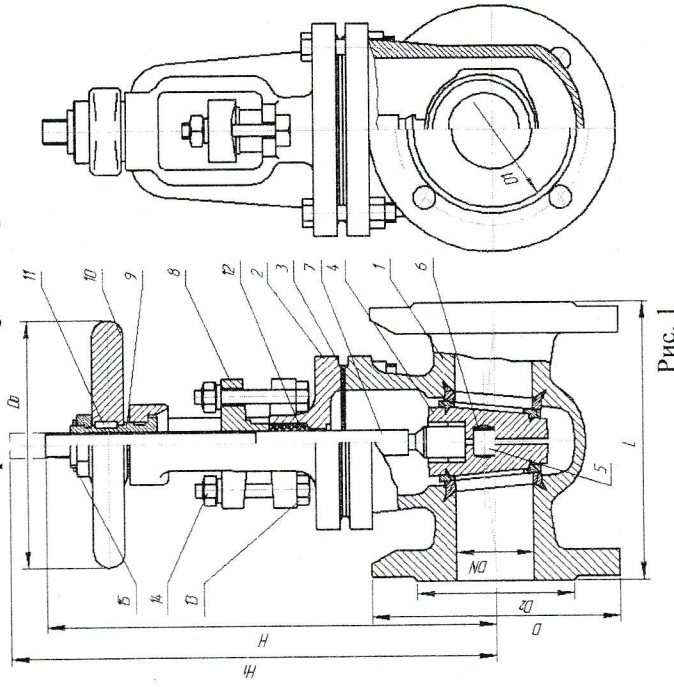

Рис. 1
* - рукоятка ** - штурвал см. рис. 1
4.1. Устройство задвижки (см. рисунок 1).